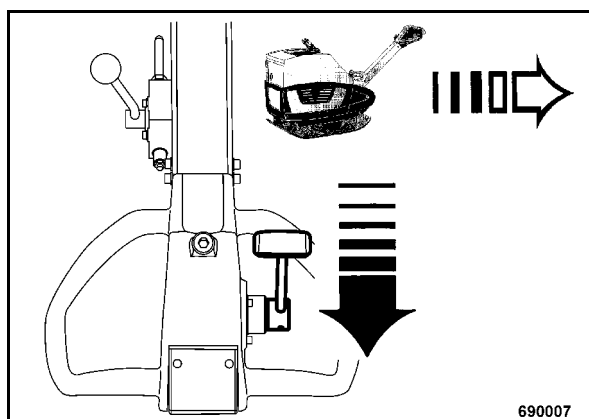

рис. 24
- Тянуть рычаг движения (рис. 24) назад, пока виброплита не достигнет требуемой скорости заднего хода.